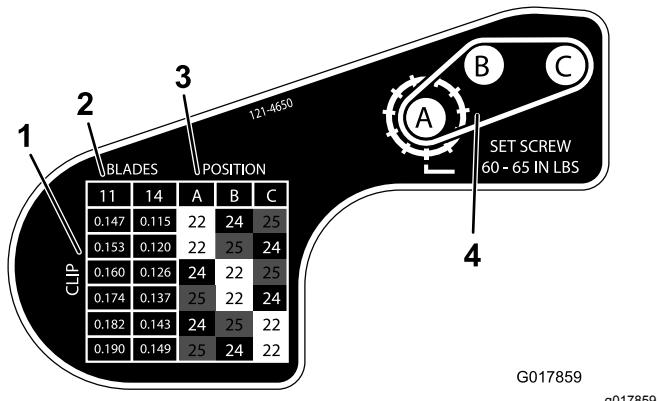

Рисунок 17
- Используя таблицу, приведенную на наклейке в Рисунок 17, определите нужную настройку срезания и какие шкивы необходимо переместить.
- Установите каждый шкив в новой конфигурации, как показано на наклейке (Рисунок 17).